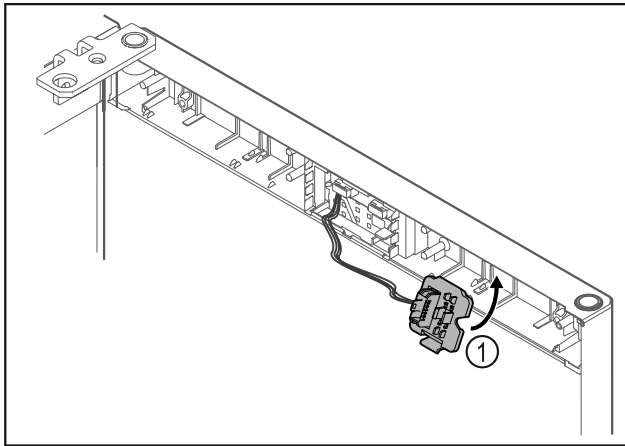

Fig. 24
- ▶ Accrocher le support de connecteur Fig. 24 (1) de l'autre côté.